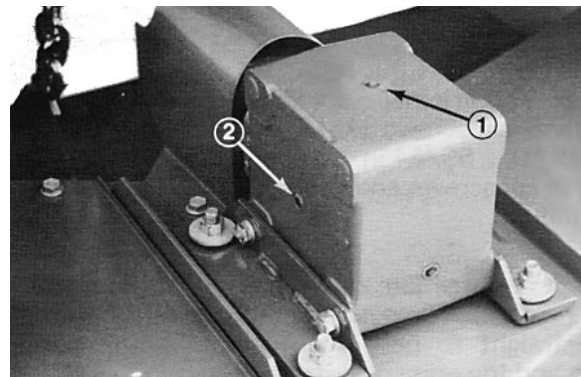

Figure 1
- Enlever le bouchon de contrôle sur le côté du boîtier d'engrenages (Fig. 1) et vérifier que le niveau d'huile atteint bien la base du trou. Si le niveau est bas, enlever le bouchon de remplissage en haut du boîtier et faire l'appoint jusqu'à ce que le niveau atteigne la base du trou latéral.